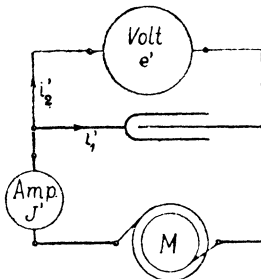

Fig. 124.
meter (Amp. Fig. 124) zeigte 0,8 [0,7] (0,9) A an, während die sechspolige Maschine M 1200 [1000] (900) Umdrehungen in der Minute machte. Wie groß ist hiernach C?